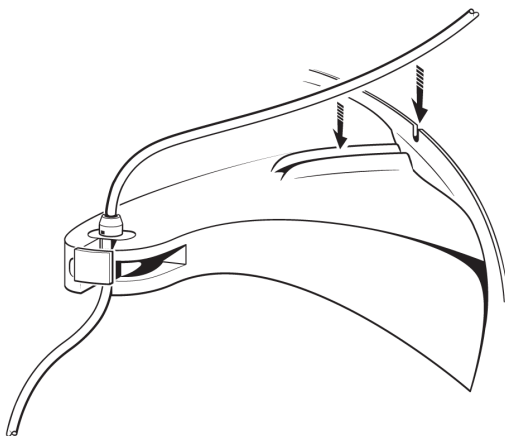

Figura 5. Amplasați tubulatura în canelură și prin fantă.
8. Apăsați tubulatura în jos în canelura din brațul de susținere și prin fanta de pe marginea centrifugei (consultați Figura 5).